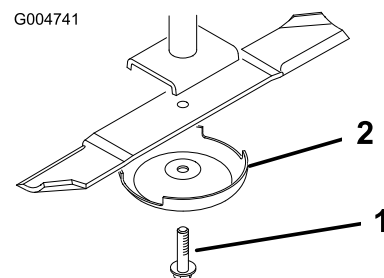

Figura 88
3. Retire del eje de la cuchilla el perno de la cuchilla, el protector de césped y la cuchilla (Figura 88).